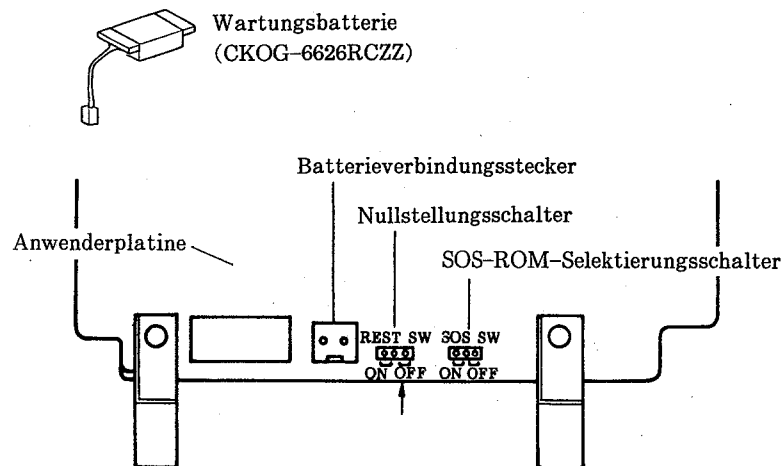

Abb. 3
- a) Eine Wartungsbatterie (CKOG-6626RCZZ) an den Batterieverbindungsstecker der Anwenderplatine anschließen (siehe Abb. 3).
- b) Den Nullstellungsschalter auf ON einstellen (siehe Abb. 3).
- (6) Nach dem Anschließen beider Platinen diese überprüfen und wie folgt einstellen: (Für die Schalterpositionen auf die Abb. 3, 5 und 6 Bezug nehmen.)